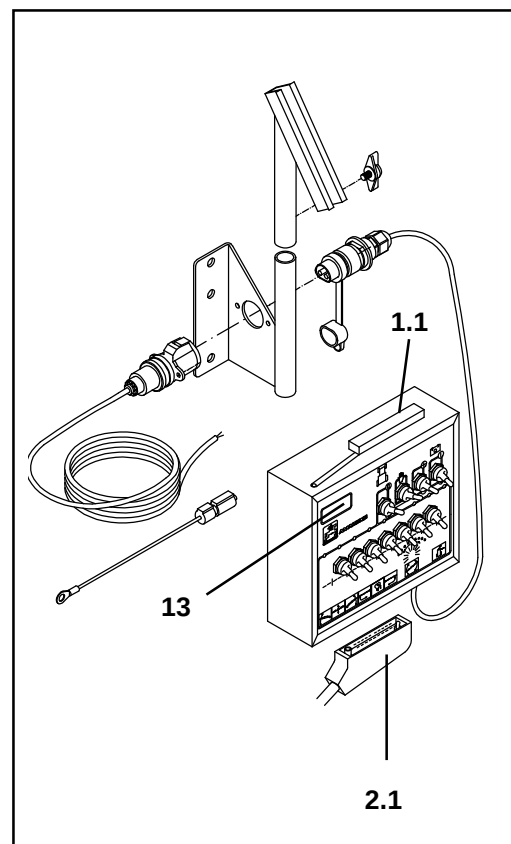

Fig. 8.5
- Digital trykangivelse (ekstraudstyr kun ved SKS 50 og SKS 70) (Fig. 8.5).
- Maskinkablet (Fig. 8.5/ 2.1) tilsluttes tryktilslutningen (Fig. 8.1/ 11) (kun betjeningspanel SKS 50 og 70).
- Manometer (Fig. 8.4/ 13) tilsluttes betjeningspanelet (Fig. 8.5/ 1.1) til betjeningsarmatur (kun betjeningspanel SKS 5) ved hjælp af hurtigkoblingen (Fig. 8.4/ 18).